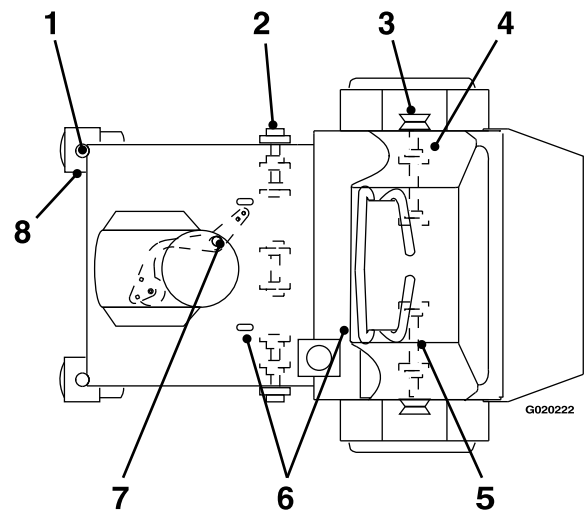

Figure 32
2. Essuyez les graisseurs avec un chiffon propre (Figure 32).
3. Raccordez une pompe à graisse aux graisseurs (Figure 32).